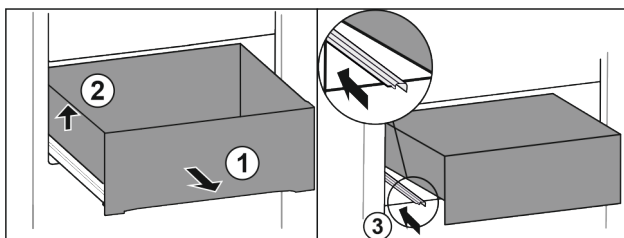

Fig. 89
- Изтеглете чекмеджето докрай. Fig. 89 (1)
- Повдигнете чекмеджето отляво. Fig. 89 (2)
- Вкарайте лявата релса. Fig. 89 (3)